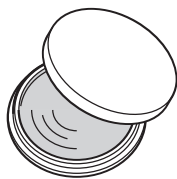
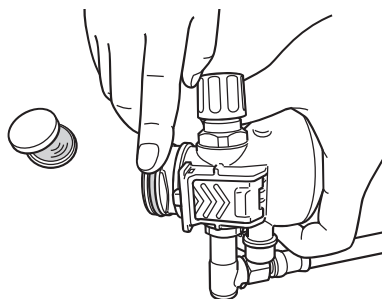

図 46 グリース
図 47 グリースの塗布
7. 付属のグリース（メーカー純正品）を指先に取り、プレッシャデマンド弁のOリング部に薄く塗る。（図 46、図 47 参照）